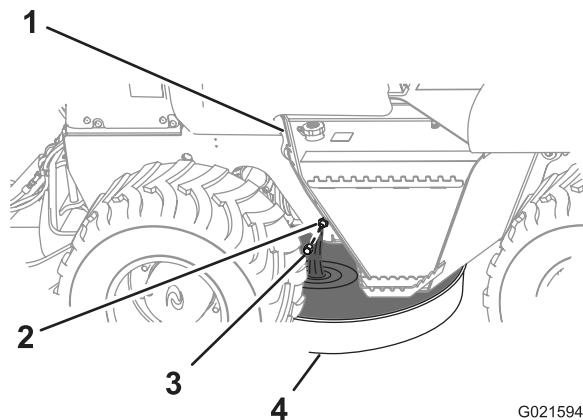

Рисунок 42
3. Установите сливной поддон с минимальной емкостью 8,4 л (8,9 кварты США) под штуцер слива масла из двигателя (Рисунок 42).
4. Снимите пробку со сливного штуцера и дайте моторному маслу полностью стечь (Рисунок 42).
6. Установите пробку на сливной штуцер (Рисунок 42).
1. Снимите крышку с маслозаливной горловины, потянув крышку вверх (Рисунок 42).